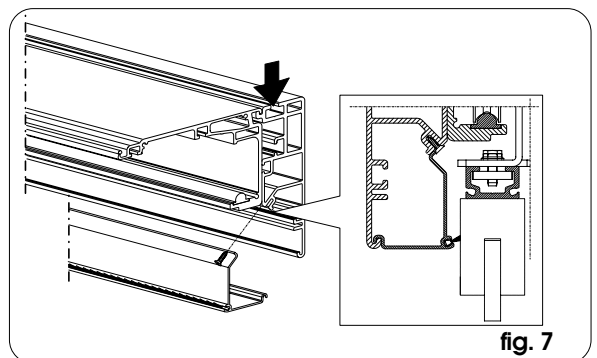

fig. 7
➔ En función de la longitud del travesaño, puede ser necesario efectuar fijaciones intermedias (aprovechando la guía indicada en la fig. 7):
• Si se utiliza un perfil de cierre para automatización autoportante, ensámblelo como se indica en la fig. 7.